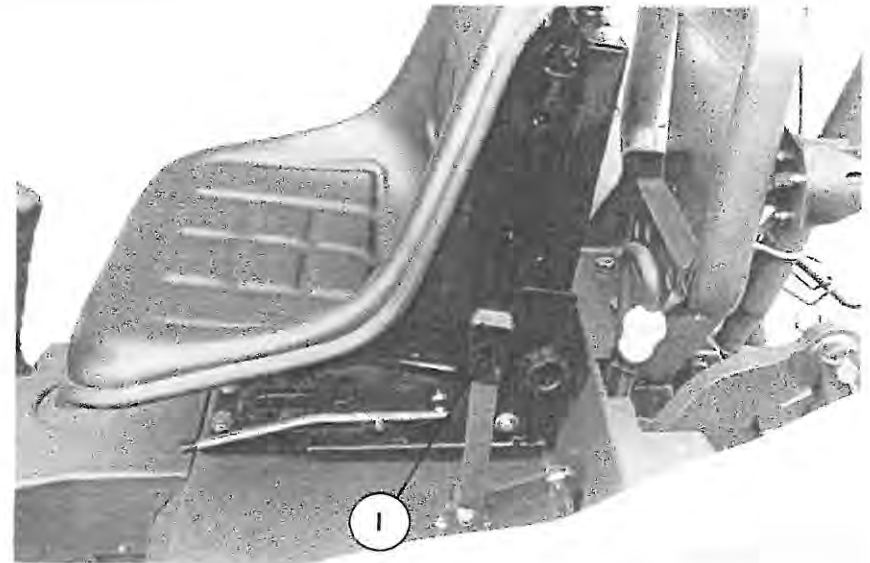

Abb. 7
**I. SCHALTHEBEL FÜR ZAPFWELLENDREHZAHL (Motorzapfwelle) (Abb. 7)**